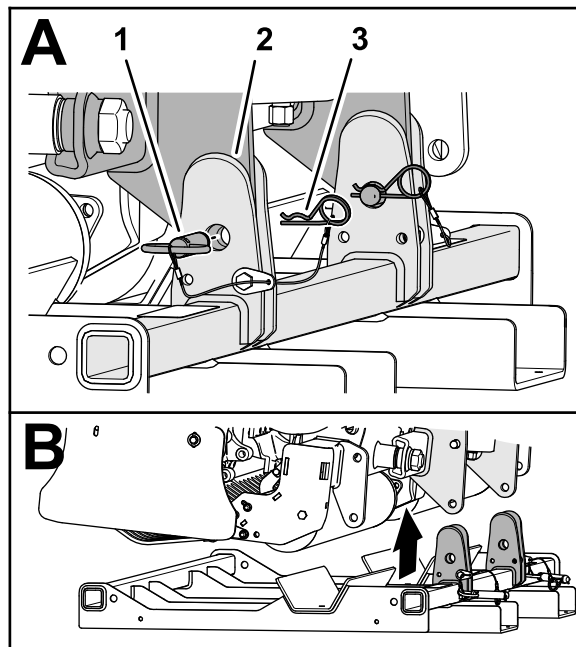

Рисунок 21
2. Извлеките 2 шплинта, которые крепят 2 пальца подставки для хранения к подставке (Рисунок 21).
3. Выньте 2 штифта подставки для хранения (Рисунок 21).